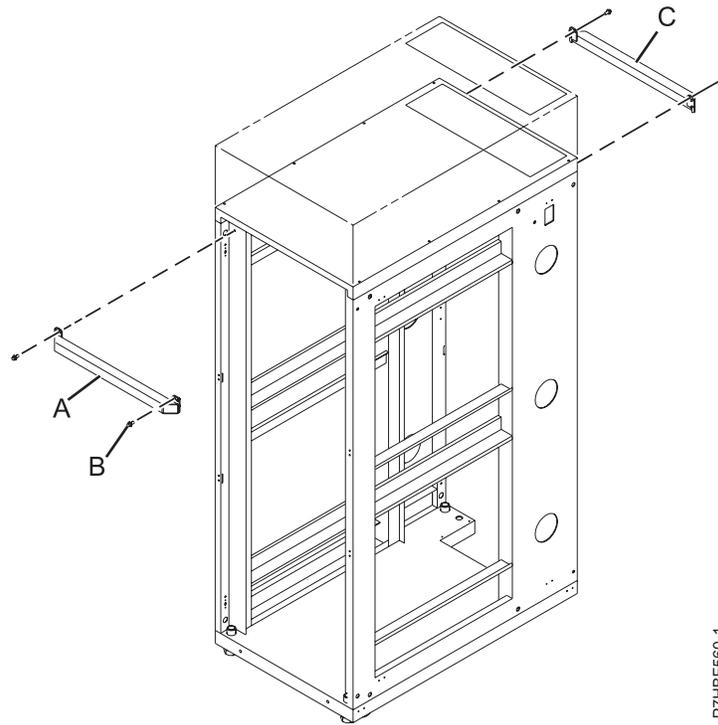

Figura 34. Fijación de la escuadra del bastidor
6. Utilice los cuatro tornillos (**B**) que se han eliminado de la cubierta superior para fijar cada escuadra del bastidor al bastidor, como se muestra en la Figura 34.